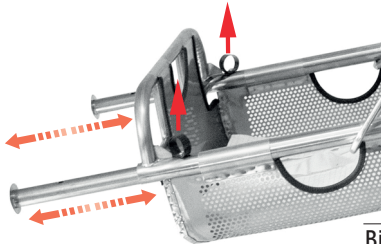

Bild 1: Länge der Teleskopgriffe anpassen
2. Zum bequemen Anheben der Schleifkorbtrage sind je 2 Teleskopgriffe am Kopf- und Fußende der Schleifkorbtrage vorgesehen. Um Länge der Griffe anzupassen, ziehen Sie die Sicherungssteckbolzen hoch und die Griffe so weit raus, bis der Sicherungssteckbolzen im nächsten Bohrloch wider versinkt (Bild 1).